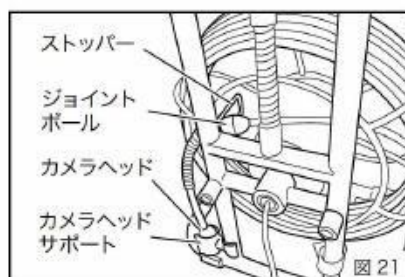

図 21
- ・カメラヘッドの 30cm 手前ぐらいから水平になるようにジョイントボールがストッパーに当たるまで押し込みます。(図 21)